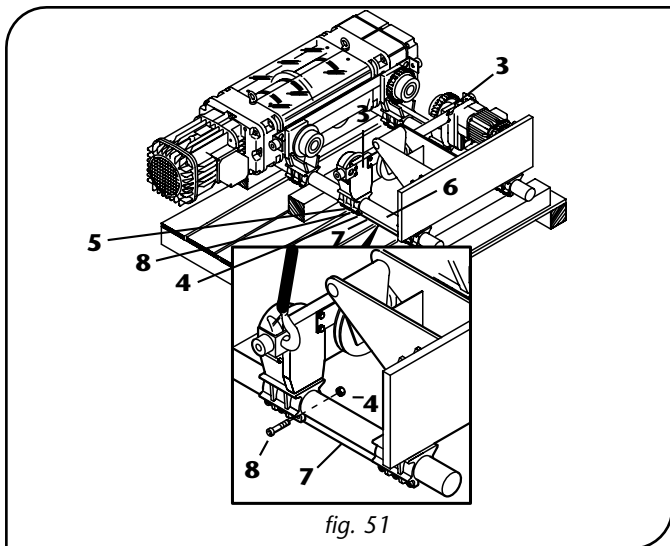

fig. 51
7. Affinché le piastre -3- lato contrappeso possano scorrere liberamente sulle barre -6- rimuovere dalle staffe -5- i distanziali -7-, svitando completamente i dadi -4- e sfilando la vite -8- (fig. 51).